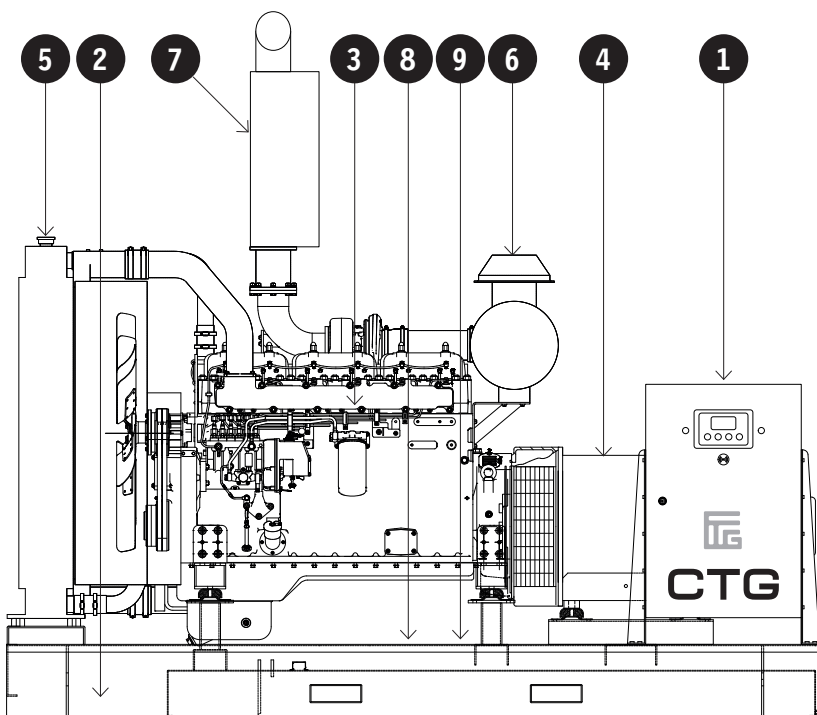

Рис. 4.2
4.1.5 На рис. 4.2 показаны основные элементы. На нём изображена типовая ДГУ. Однако каждая ДГУ несколько отлична от других в отношении размеров и конфигурации основных элементов. В настоящем разделе даётся краткое описание частей ДГУ.